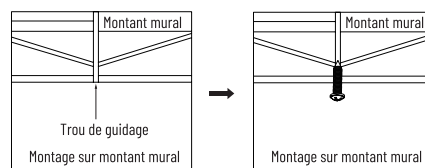

Figure 4
Si les trous de fixation traversent des montants, percez quatre avant-trous avec un foret de 5/32" (non fourni) pour les vis à bois (BB). Ensuite, vissez les quatre vis en laissant environ 3/8" entre la tête de vis et la surface de fixation. (Figure 4)